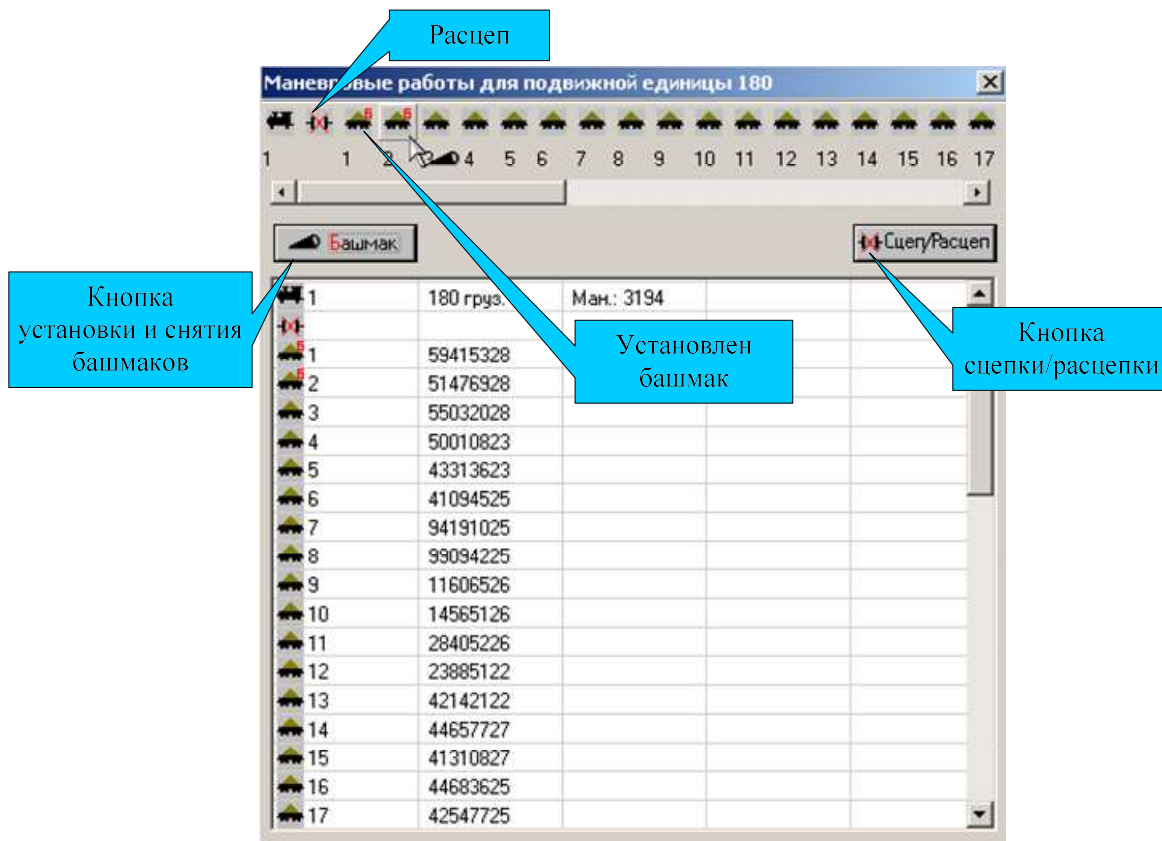

Рис. 11. Маневровая работа с маневровой единицей №180.
4. В появившемся окне (рис. 11) установить требуемое количество башмаков с помощью кнопки «Башмак» и отцепить локомотив от состава кнопкой «Сцеп/Расцеп». А далее по разрешающим показаниям маневровых сигналов отправить локомотив в депо.
5. Заезд горочного локомотива под состав, подлежащий расформированию, осуществляется по разрешающим показаниям маневровых сигналов. Затем локомотив вызывается по радиосвязи, осуществляется сцепление (рис. 11), и после уборки средств закрепления состава, осуществляется надвиг на горку. Горочными светофорами подаются следующие сигналы: